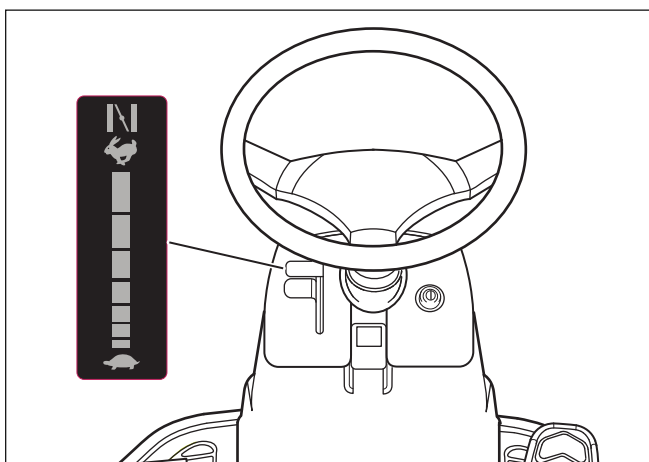

Abbildung 8
1. Den Gashebel/Choke-Knopf ganz nach vorne in die Stellung CHOKE schieben, wenn ein kalter Motor angelassen wird (siehe **Abbildung 8**).
3. Den Gashebel in die Stellung SCHNELL schieben (siehe **Abbildung 8**).
5. Den Gashebel in die Stellung LANGSAM schieben (siehe **Abbildung 8**).
3. Den Gashebel in eine Stellung zwischen LANGSAM und SCHNELL schieben (siehe **Abbildung 8**).